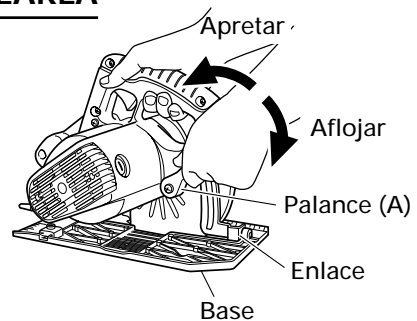
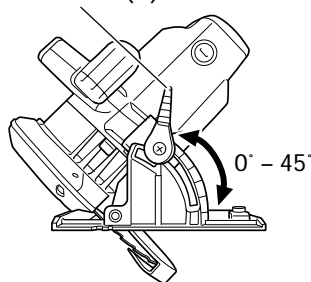

Fig. 10
Fig. 11
7. Verifique que la palanca (A) se encuentre apretada.
La flojedad de la palanca (A) para ajustar la profundidad de corte (Fig.10) y de la palanca (A) para ajustar el ángulo de inclinación (Fig.11) puede producir lesiones. Asegúrese de que se encuentren firmemente apretadas.
## 1. Ajuste de la profundidad de corte (Fig. 10)
Tal como se muestra en la Fig.11, aflojando la palanca (A) de la escala de bisel, es posible inclinar la cuchilla de la sierra hasta un ángulo de 45° con respecto a la base.